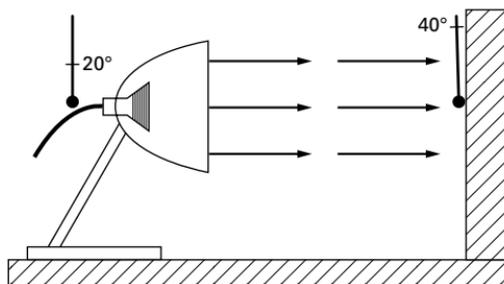

Fig. 2. Mise en évidence de la transmission de chaleur par rayonnement.
**2. Par rayonnement** (fig. 2). Les rayons calorifiques se propagent en ligne droite dans l'espace, et émis par un corps à température élevée ils sont absorbés partiellement par les corps plus froids qui forment écran à leur propagation, la partie non absorbée est réfléchiée d'une façon identique à la réflexion des rayons lumineux par un miroir.